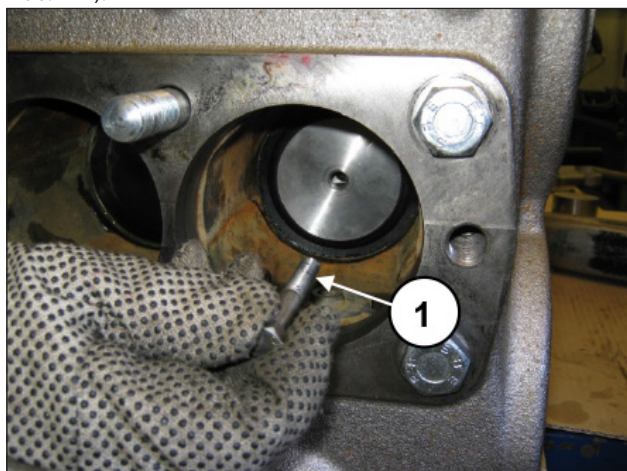

Abb. 126
Lösen Sie die Befestigungsschraube M8 der Kolbengruppe samt der Dichtungsbuchse (Pos. ①, Abb. 126).